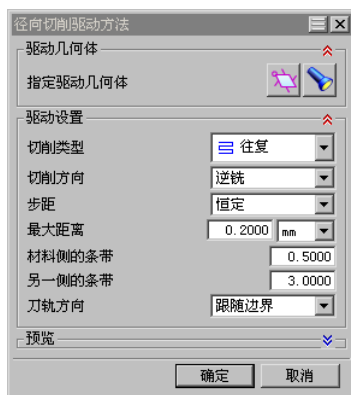

图 5.25 “径向切削驱动方法”对话框
Step4. 在 **驱动设置** 区域设置图 5.25 所示的参数。单击  按钮, 系统返回到“固定轮廓铣”对话框。